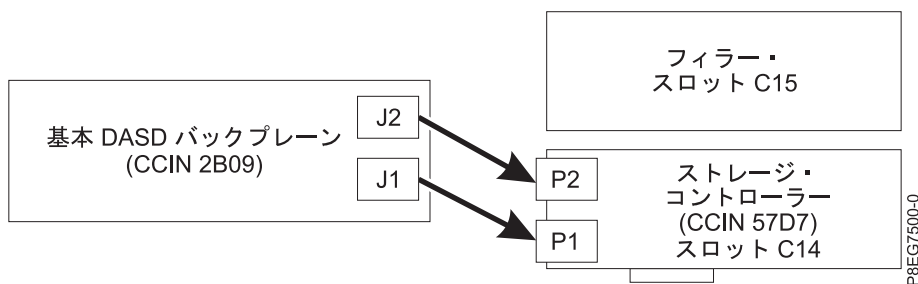

図 6. 基本ストレージ構成での SAS ケーブルの再接続
- スロット P1-C14 (基本ストレージ・フィーチャー) に 1 つの PCIe3 x8 SAS RAID 内部アダプター (CCIN 57D7) がある場合は、1 つの SAS ケーブルが、下部のディスク・ドライブ・バックプレーン・コネクタ (J1) からアダプター上の P1 に接続されています。もう 1 つの SAS ケーブルは、上部のディスク・ドライブ・バックプレーン・コネクタ (J2) から同じアダプターの P2 コネクタに接続されています。図 6 を参照してください。